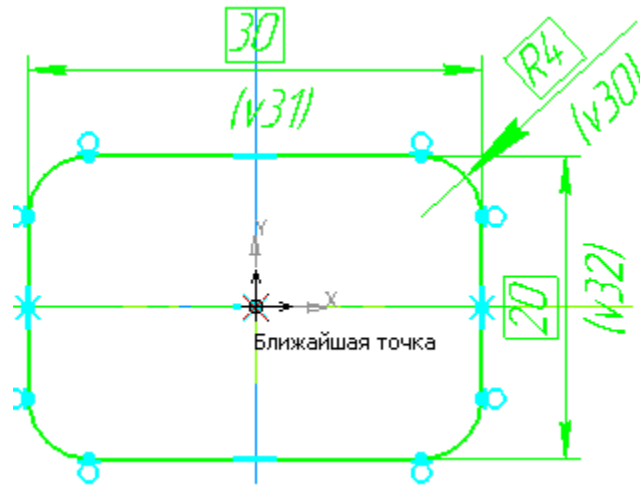

Рисунок 12
Центр прямоугольника переместится в точку начала координат эскиза (рис. 12).
- Укажите точку начала координат эскиза в качестве базовой точки копирования (рис. 12).